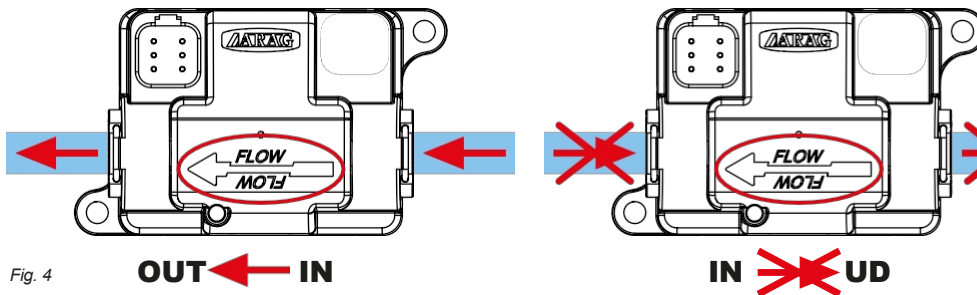

Fig. 4
- Vær opmærksom på væskens korrekte ind- og udløbsretning, som angivet med pilen på flowmålerens frontplade (fig. 4).